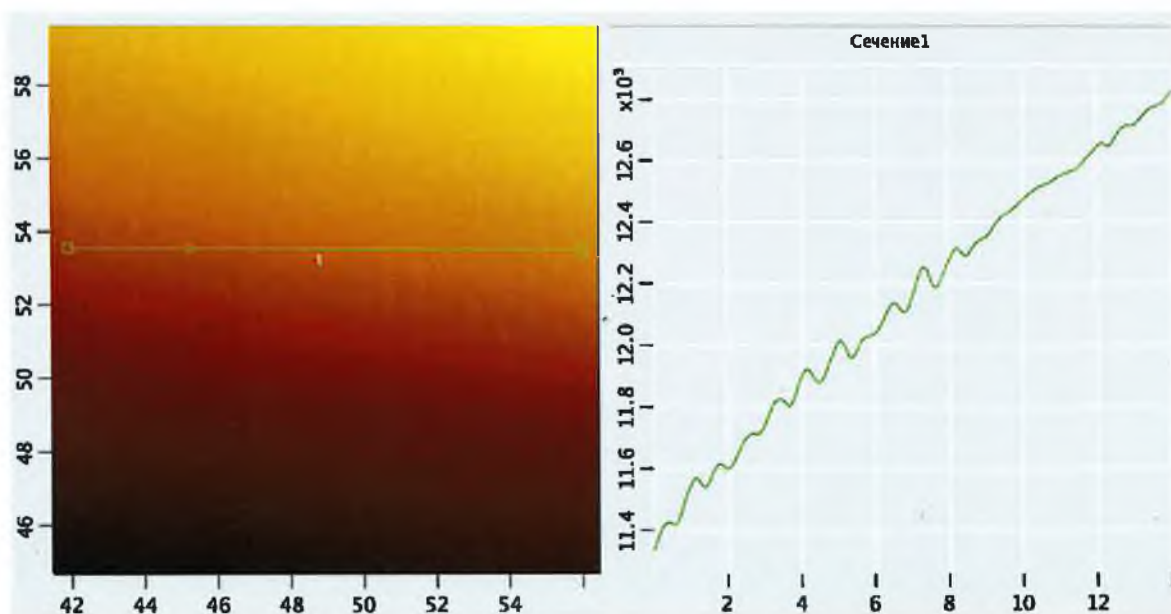

Рисунок 1 - Сечение исходного изображения по оси X
1. Откройте фрейм **1_plane** (рисунок 1). Фрейм представляет собой сканированное изображение поверхности DVD-диска.